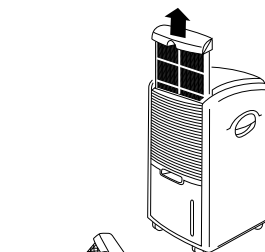
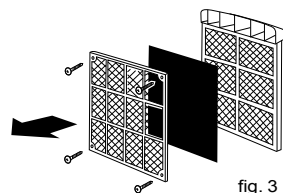

fig. 1
fig. 3
- Dra ut filterhållaren, ta bort filtret med aktivt kol . (fig. 1 och fig. 3)